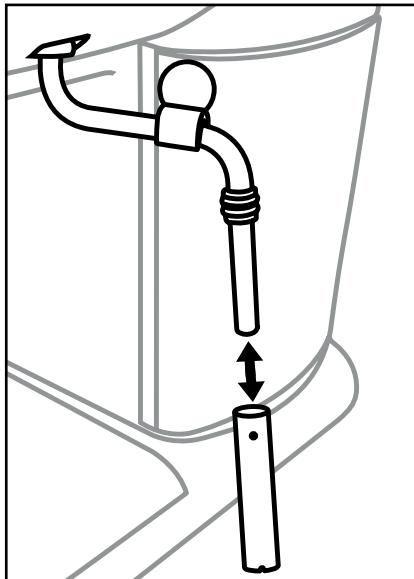

Abbildung 1
- 1) Stellen Sie einen leeren Behälter unter den Milchaufschäumer ❶.
- 2) Drehen Sie den Dampfregler ❷ direkt nach dem Gebrauch auf „“ und lassen Sie einige Sekunden Dampf entweichen.
- 3) Drehen Sie den Dampfregler ❷ zu (bis zum Anschlag in Richtung „0“ drehen), schalten Sie das Gerät aus und ziehen Sie den Netzstecker.
- 5) Ziehen Sie die Hülle des Milchaufschäumers ❶ ab (Abbildung 1) und reinigen Sie diese sorgfältig im warmen Wasser.
- 7) Schieben Sie die Hülle wieder auf die Düse (Abbildung 1).